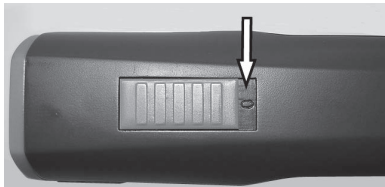

Abb. 4 Schiebeschalter in AUS-Position („0“)
1. Die Kontakte der Schermaschine (1) und des Akkus (2) auf Fremdkörper und Verschmutzung überprüfen.
2. Sicherstellen, dass der Schalter schieber der Schermaschine in Position AUS („0“) steht (Abb. 4).
3. Akku (2) in die Schermaschine (3) einschieben, bis die Akkuverriegelung (1) beidseitig eingerastet ist.
4. Schermaschine mit eingesetztem Akku (1) oder Reserve-Akku (2) von oben ohne Gewalt in die dafür vorgesehene Lademulde der Ladestation einsetzen.
6. Akku wird geladen. Während des Ladevorgangs leuchtet die Kontrolllampe (3) rot. Sobald der Akku min. 90 % geladen ist, wechselt die Kontrolllampe auf grün und die Ladestation schaltet auf „Erhaltungsladung“.
7. Das Ladegerät mit einer Hand festhalten und mit der anderen Hand die Schermaschine (1) oder den Akku (2) herausziehen.
1. Schieber auf Position „0“ schieben (Abb. 4).
2. Die Akkuverriegelung (2) beidseitig nach innen drücken und Akku (1) aus der Schermaschine ziehen.
3. Geladenen Akku (1) in die Schermaschine (2) einsetzen, bis die Akkuverriegelung beidseitig eingerastet ist.